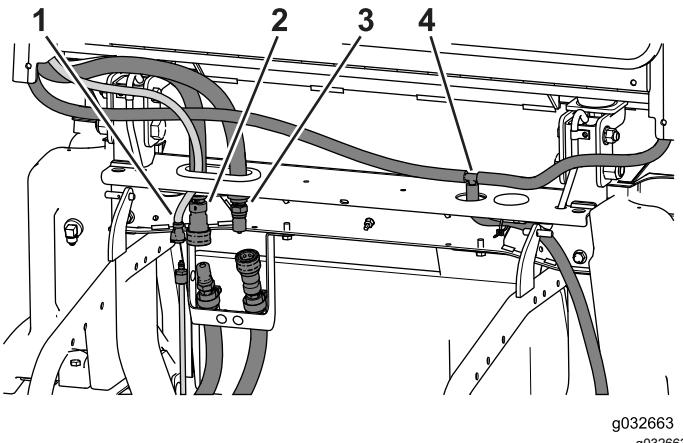

Figure 109
- Débranchez le tube de lave-glace, le flexible d'alimentation de chauffage et le flexible de retour de chauffage (Figure 109).
- Enlevez les serre-câbles qui retiennent le tube de vidange sur la machine (Figure 109).